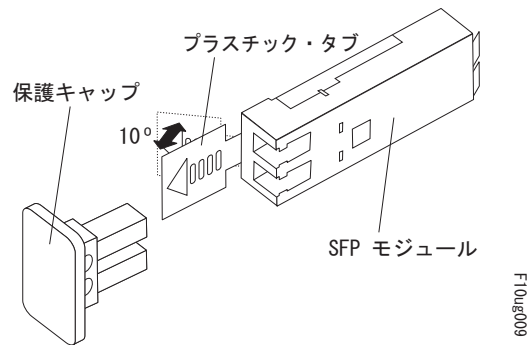

図 75. SFP モジュール・ラッチのアンロック - プラスチック・タブの場合
- プラスチック・タブが入っている SFP モジュールの場合は、147 ページの図 75 に示すように、プラスチック・タブを外側に 10° 引いて SFP モジュールのラッチをアンロックします。